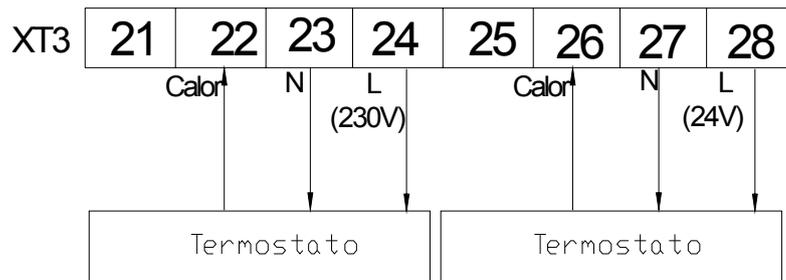

Fig.2
- iv. Si el termostato es Frío sólo, conecte los cable como se muestra en la Fig 2.